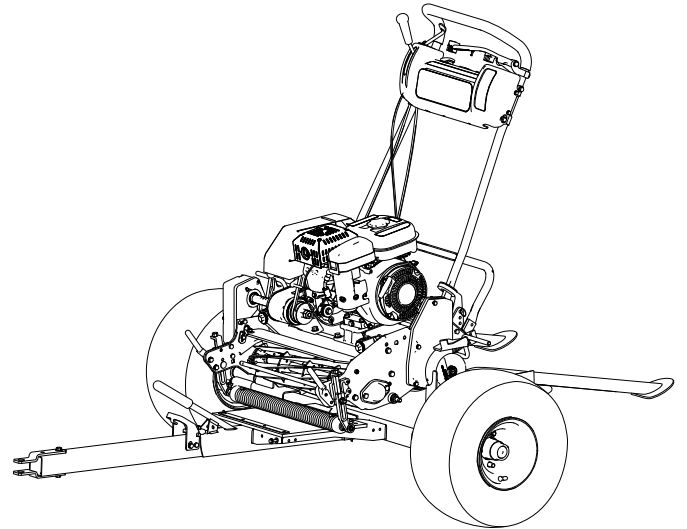

Figure 12
3. Enlevez le bac de la tondeuse, désengagez l'entraînement du cylindre et placez la commande d'accélérateur en position bas régime. Conduisez la tondeuse **lentement** sur la remorque jusqu'à ce qu'elle atteigne les butées de roues (Figure 12).